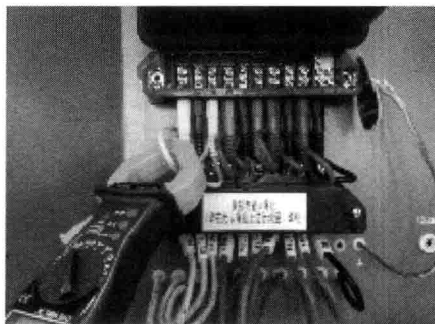

图 2 测量电流示意图
- 2) 使用钳形电流表测量三相电流 I_1 、 I_2 、 I_3 。测量电流示意图如图 2 所示。